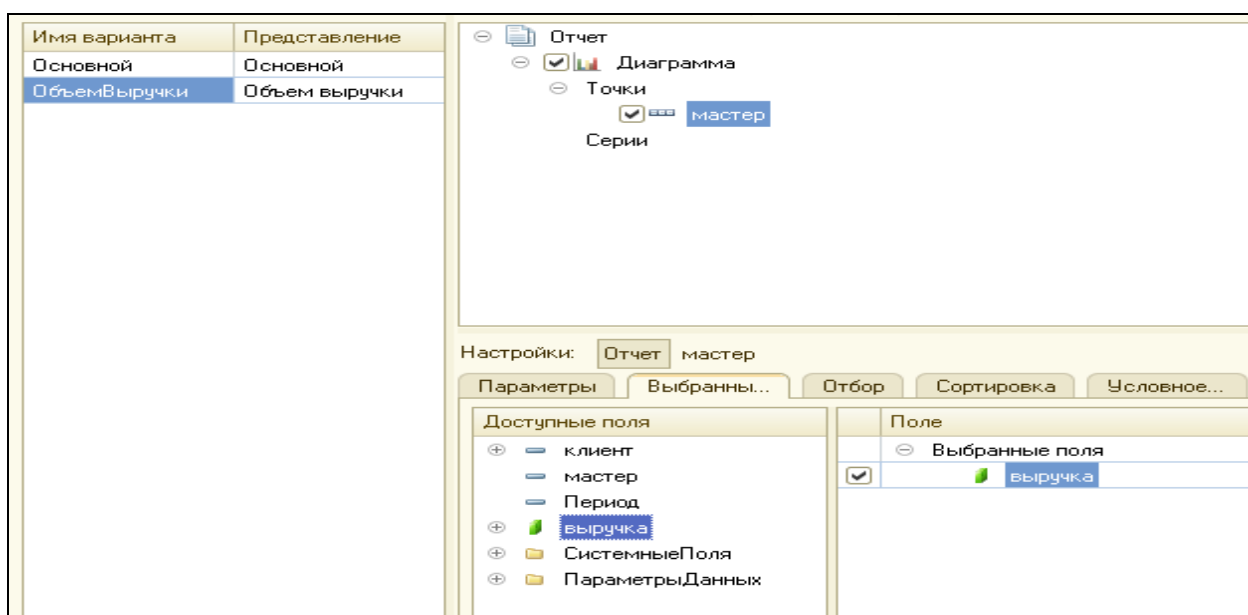

Рисунок 4.38 Установка ресурса для диаграммы
6. В значение диаграммы выводится один из ресурсов отчета, в нашем случае это **Выручка**. Для настройки ресурса перейти на закладку **Выбранные поля**, и выбрать поле **Выручка** (рис. 4.38).